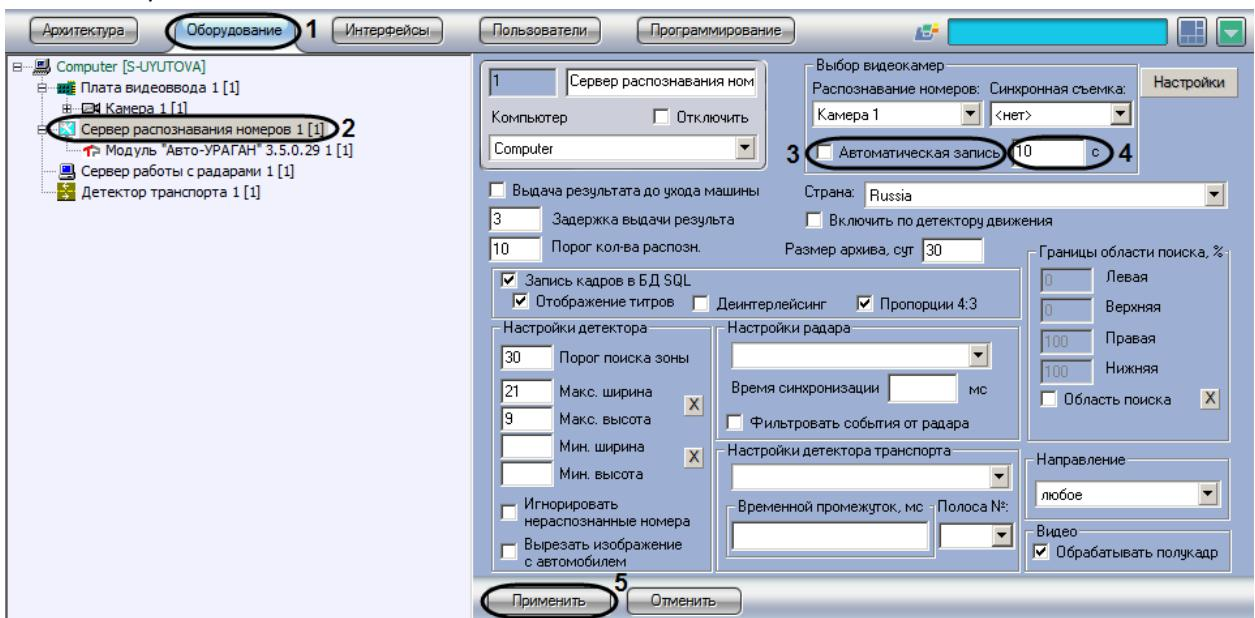

Рис. 7.2—8. Настройка параметров автоматической записи сигнала
1. В диалоговом окне «Настройка системы» перейти на вкладку «Оборудование» (Рис. 7.2—8, 1).
2. В дереве объектов на вкладке «Оборудование» выбрать объект «Сервер распознавания номеров», соответствующий активированному программному модулю (см. раздел «Активация программного модуля, используемого для распознавания номеров», Рис. 7.2—8, 2). В правой части вкладки «Оборудование» отобразится панель настройки выбранного объекта.
3. Установить флажок «Автоматическая запись» для активации функции автоматической записи видеосигнала при распознании номерного знака транспортного средства (см. Рис. 7.2—8, 3).
4. Указать длительность записи видеосигнала, осуществляющегося при распознании номерного знака транспортного средства (см. Рис. 7.2—8, 4).
5. Нажать кнопку «Применить» (см. Рис. 7.2—8, 5).